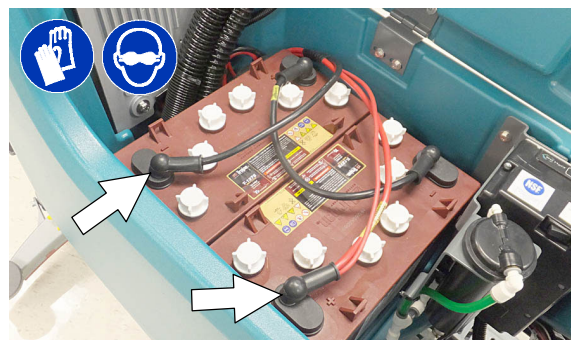

ABB. 115
- Trennen Sie den Batteriekabelanschluss an der Maschine (Abbildung 115).